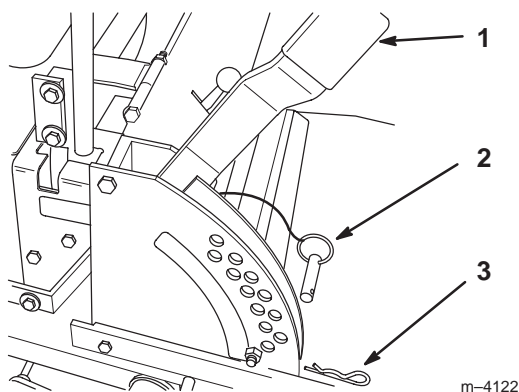

Figure 17
1. Relevez le levier de sélection de hauteur de coupe en position de transport (qui correspond aussi à la hauteur de coupe de 114 mm [4-1/2"]) (Fig. 17).
2. Pour changer de hauteur de coupe, retirez la goupille fendue et l'axe de chape du support de hauteur de coupe (Fig. 17).
3. Placez l'axe de chape dans le trou du support correspondant à la hauteur de coupe voulue (Fig. 17).
4. Fixez l'axe de chape avec la goupille fendue (Fig. 17).
5. Abaissez le levier de sélection de hauteur de coupe jusqu'à l'axe de chape (Fig. 17).